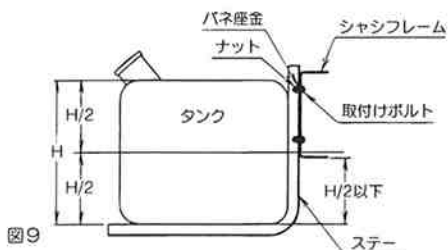

図9
- ・タンクの取付け位置(高さ)はシャシフレーム下端より下へタンク高さ(H)の1/2を越えない範囲で取付けてください。……図9参照